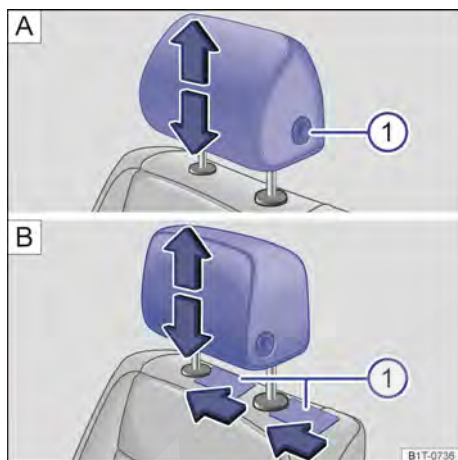

Fig. 111 Remover o apoio para cabeça dianteiro: em veículos sem **A** e com **B** apoios para cabeça ajustáveis na longitudinal.
- Retirar o apoio para cabeça com o botão → Fig. 111 **A** ❶ totalmente pressionado.
- Empurrar o apoio para cabeça para baixo com o botão → Fig. 111 **A** ❶ totalmente pressionado.
- Empurrar um objeto plano, por exemplo, um cartão de plástico, respectivamente nos dois lados entre o revestimento do encosto do banco e a capa de cobertura da barra guia do apoio para cabeça e, ao mesmo tempo, com uma leve pressão, destravar as barras retentoras → Fig. 111 **B** ❶.